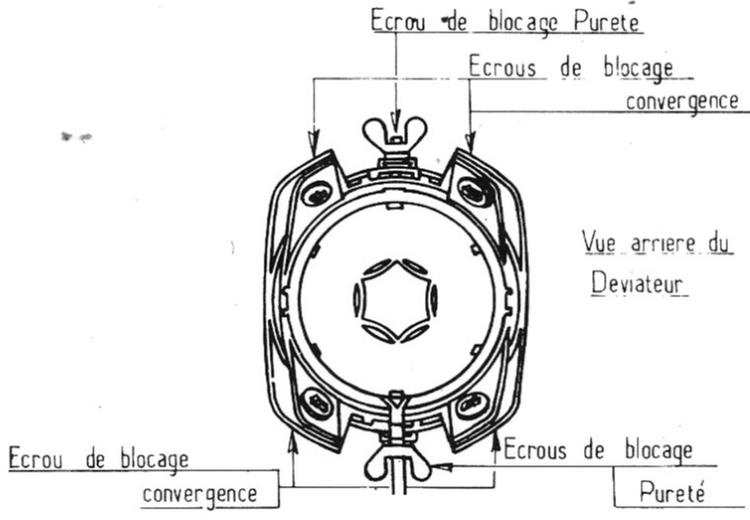

Fig. 1
- Vérifier la position du déviateur et éventuellement le centrer au moyen des quatre écrous de blocage convergence (voir fig. 1).
- Débloquent les écrous de pureté (fig. 1), tourner la partie mobile du déviateur afin de positionner correctement l'image.
- Desserrer légèrement les écrous de blocage pureté (fig. 1) et pousser le déviateur au maximum vers l'écran.
- Bloquer le déviateur au moyen des deux écrous de pureté (fig. 1)
- Débloquent légèrement les 4 écrous de convergence (fig. 1).
- Bloquer les quatre écrous de convergence (fig. 1).